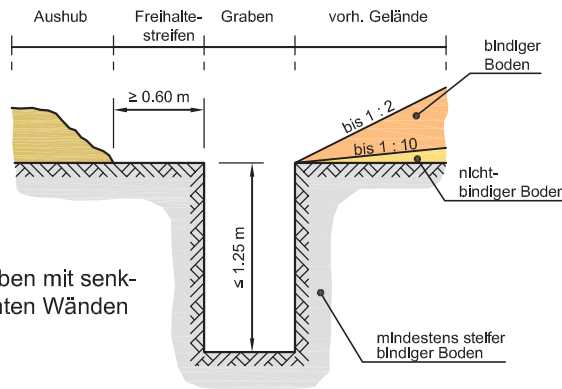

Bild 1 - Graben mit senkrechten Wänden
1. Die Grabenquerschnitte nach Bild 1 bis 3 dürfen nur unter den angegebenen Bedingungen ohne Verbau hergestellt werden.
3. Die Anwendung der Grabenquerschnitte nach Bild 1 bis 3 setzt die Einhaltung der erforderlichen Mindestabstände nach Bild 4 voraus. Für Baumaschinen und Baugeräte von 12 t bis 18 t Gesamtgewicht und Grabenquerschnitte nach den Bildern 1 bis 3 gelten die davon abweichenden Bedingungen nach DIN 4124: 02-2012.